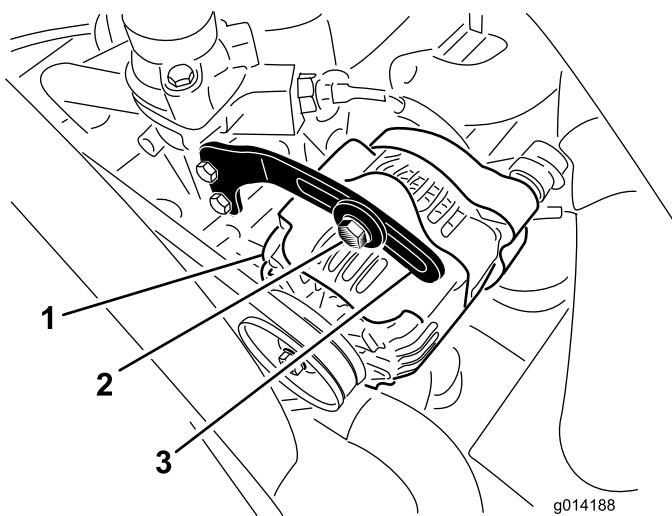

Figura 43
2. Compruebe la tensión de la correa del alternador flexionándola (Figura 43) en el punto intermedio entre las poleas del alternador y del cigüeñal con una fuerza de 10 kg (22 libras).
3. Afloje el perno que sujeta el tirante al alternador (Figura 43), y el perno de pivote del alternador.